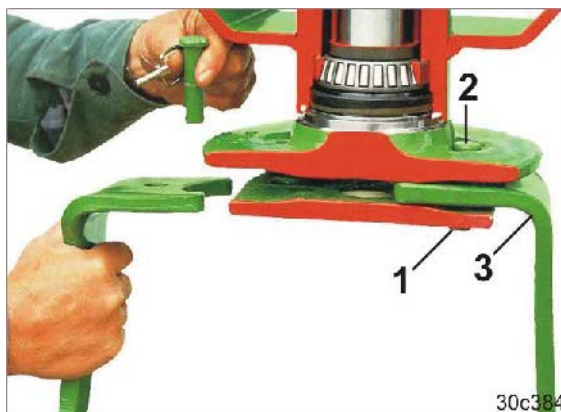

Fig. 162
2. Fjern låsesplinten (Fig. 162/1).
3. Slå bolten (Fig. 162/2) oppover og ut av verktøyholderen.
4. Skift ut verktøytaggen (Fig. 162/3).